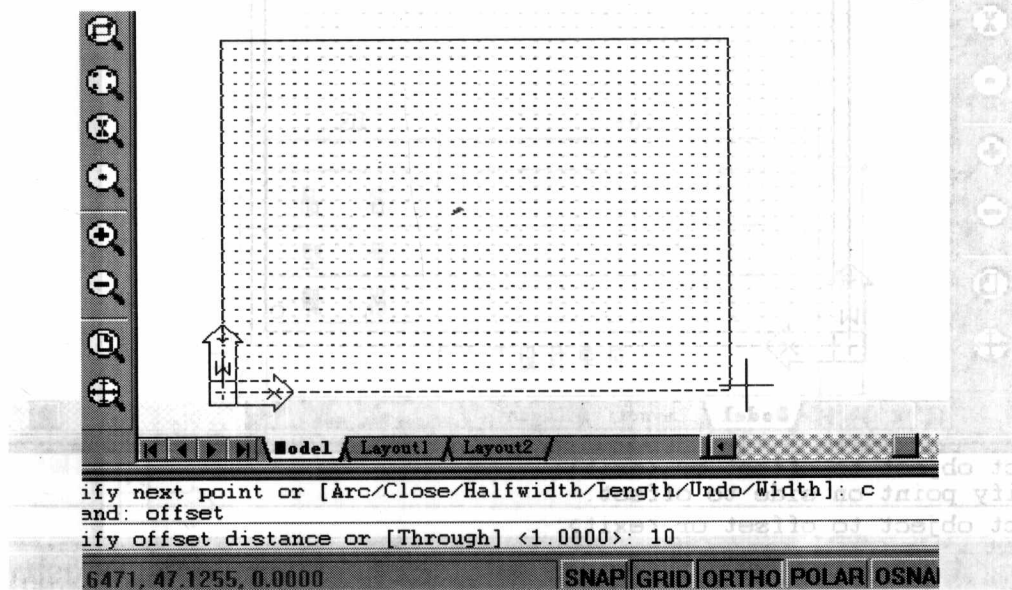

图 1-9 输入偏移距离
(9) 用命令 Offset(偏移)画图框，在提示符下输入偏移距离 10，见图 1-9。